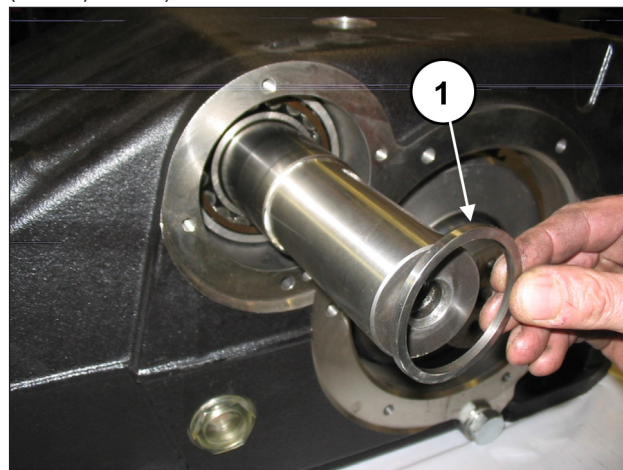
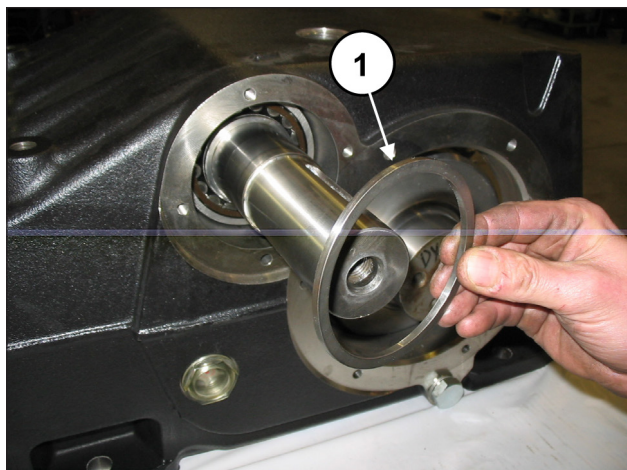

Рис. 60
Рис. 61
С обеих сторон вставьте распорки внутреннего подшипника (поз. ①, Рис. 60) и внешнего подшипника (поз. ①, Рис. 61).